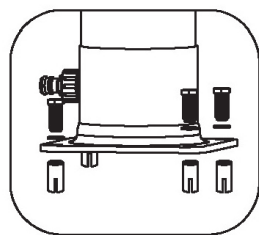

FIGURA 1
3. Utilizați o cheie. (FIGURA 1)
7. Conectați elementul de îmbinare al racordului de apă la turul dușului. (FIGURA 1)